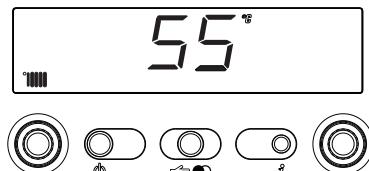

Fig. 65
**Info 3** visualiza la temperatura seleccionada en calefacción (fig. 65)